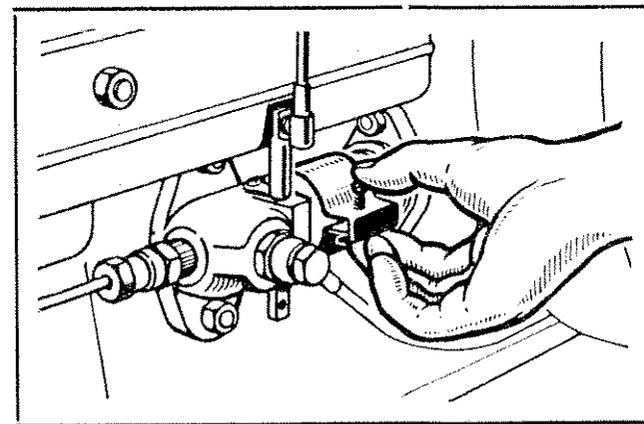
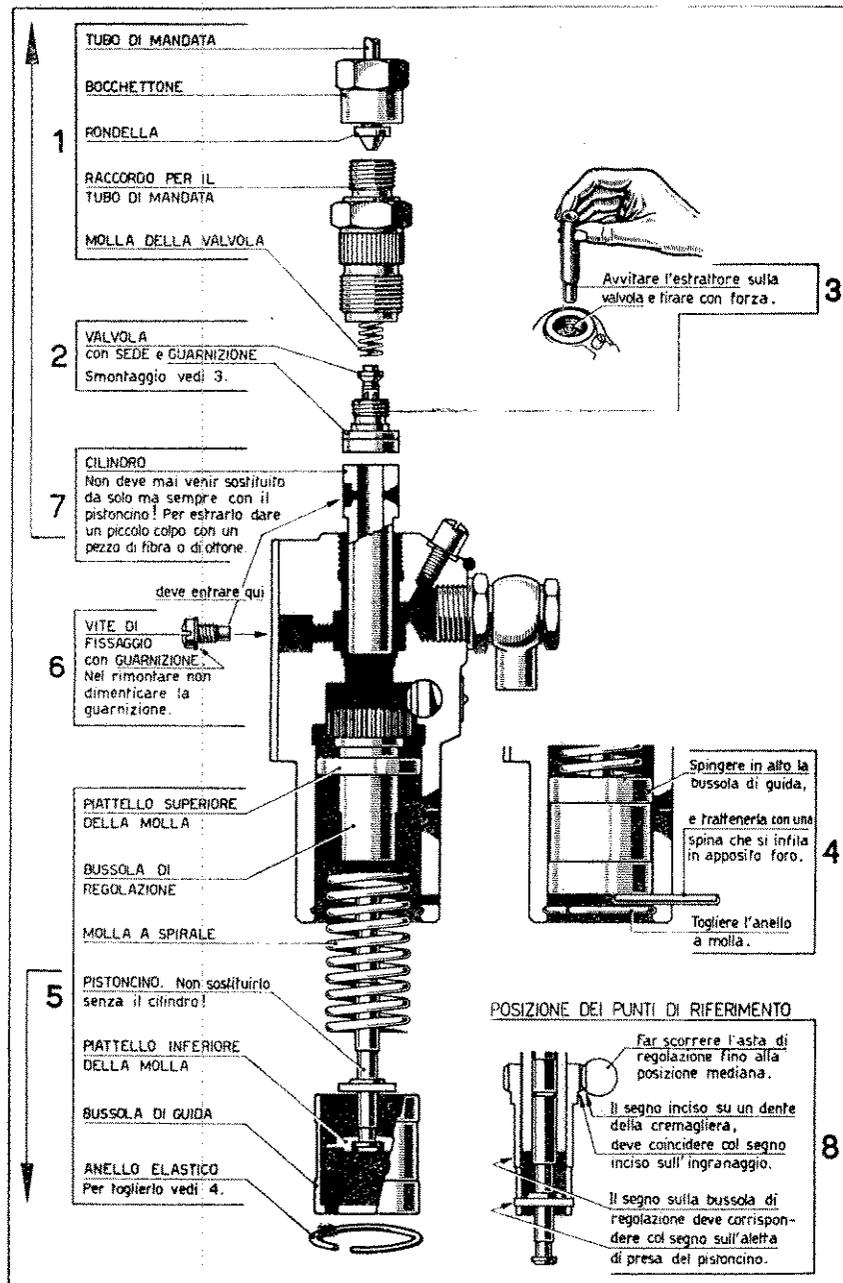

Fig. 3
Fig. 4 - POMPA INIEZIONE
a) Pompa di iniezione - La pompa di iniezione del tipo BOSCH, con flangia laterale, è fissata sulla fiancata sinistra del basamento. L'elemento pompante riceve il moto da una punteria che scorre in una guida alloggiata nel basamento. Il movimento della punteria iniezione può essere impresso anche a mano agendo con una levetta sotto la rondella fissata alla punteria stessa, dopo aver rimosso il manicotto di protezione come indicato nella Fig. 3. Per quanto riguarda le istruzioni per lo smontaggio e il rimontaggio della pompa iniezione vedere Fig. 4 a Pag. 10.